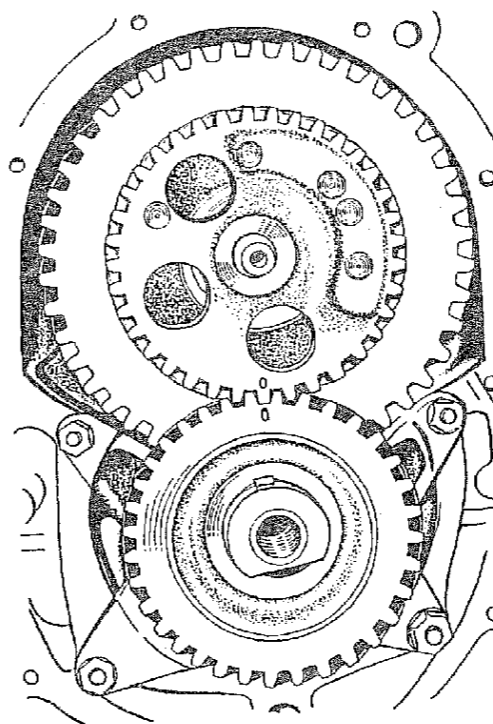

Рис. 32. Совмещение меток шестерен привода балансирного вала
3.8. Установить на балансирный вал упорную шайбу 35, шпонку 46 и вставить балансирный вал 7 в отверстие распределительного вала со стороны крышки распределительных шестерен, совместив метки на торцах шестерен привода балансирного вала (рис. 32).